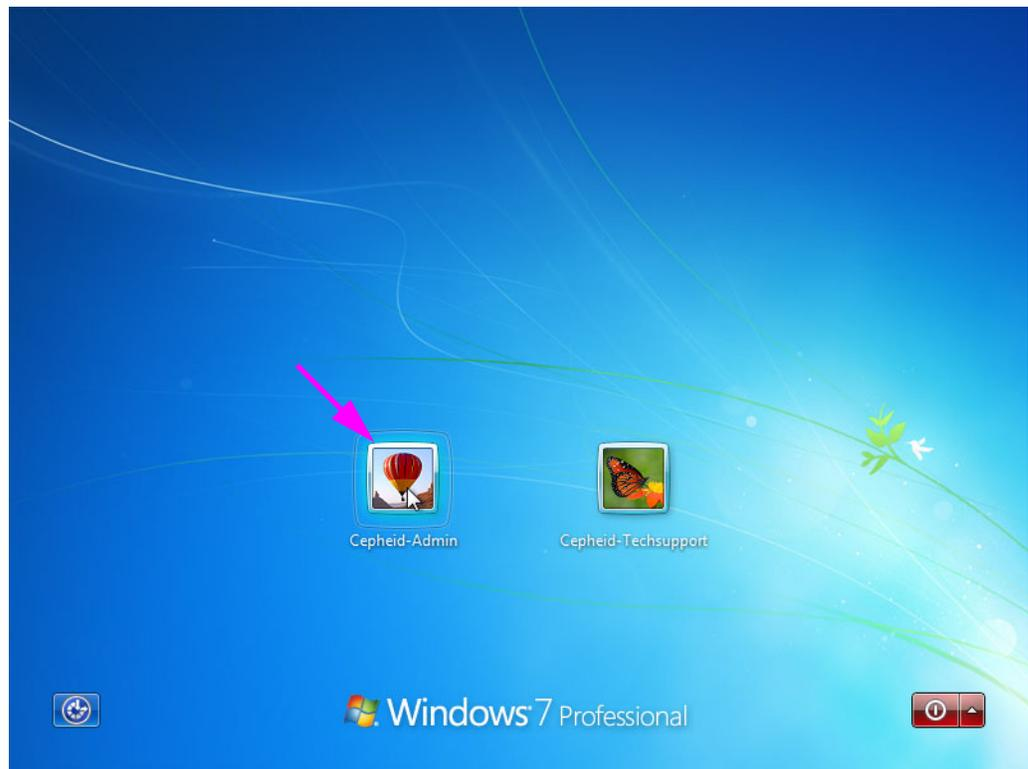

Figura 2-13. Schermata degli account di Windows 7
- In Windows 7, verrà visualizzata la schermata degli account di Windows. Vedere la Figura 2-13.
3. Nella schermata degli account di Windows, selezionare l'account utente Cepheid (vedere la Figura 2-13 e la Figura 2-16).
Il computer di sistema GeneXpert Dx è configurato con due account di Windows: l'account **Cepheid-Admin** serve per le operazioni eseguite dall'amministratore, come gli aggiornamenti del software e la configurazione del sistema, e per il normale funzionamento; l'uso dell'account **Cepheid-Techsupport** è riservato all'Supporto tecnico di Cepheid. Vedere la Figura 2-13 e la Figura 2-16.